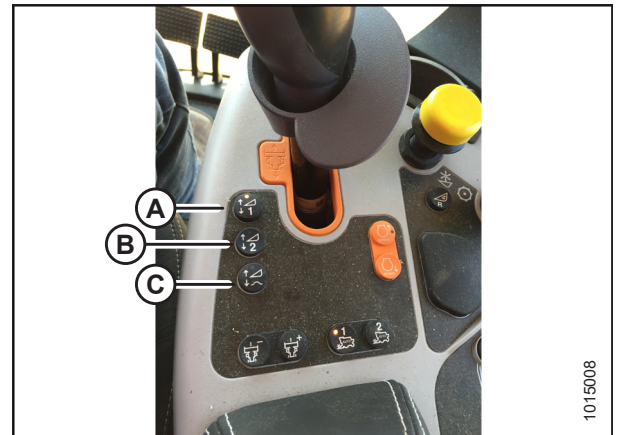

Figura 4.131: Controles de la cosechadora New Holland
5. Seleccione uno de los botones de valor de consigna de altura automática que se muestra en la Figura 4.131, página 165.